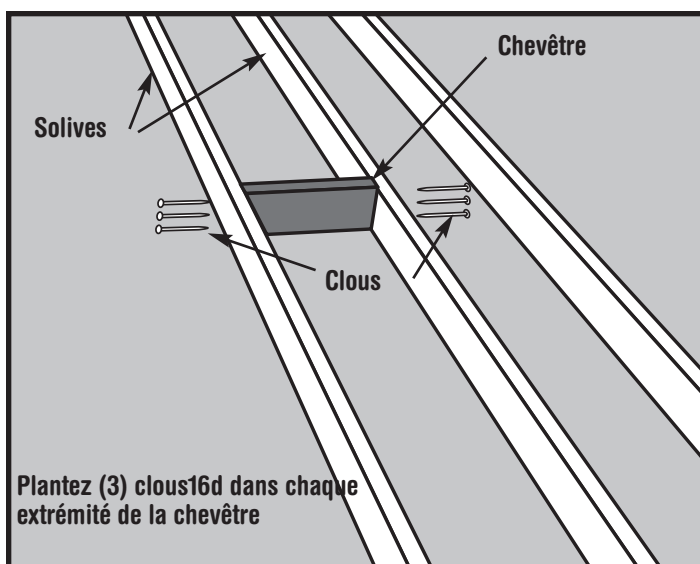

Figure 12
- Étape 3.** Placez une de ces chevêtres à une extrémité de votre emplacement choisi (Voir la Figure 12). La chevêtre doit s'adapter exactement entre les solives. Placez-la au marteau si nécessaire; si elle s'avère trop longue de 1.6 mm (1/16") , limez-la. Si elle est trop courte de plus de 1.6 mm (1/16"), coupez un autre morceau.
- Étape 4.** Mettez d'équerre la chevêtre par rapport à une solive et plantez (3) clous 16d au travers de la solive pour pénétrer la chevêtre. Vérifiez la perpendicularité et plantez (3) clous 16d au travers de l'autre solive pour pénétrer la chevêtre (Voir la Figure 12). **Il est très important que le morceau de chevêtre soit d'aplomb verticalement comme d'équerre avec les côtés des solives.**